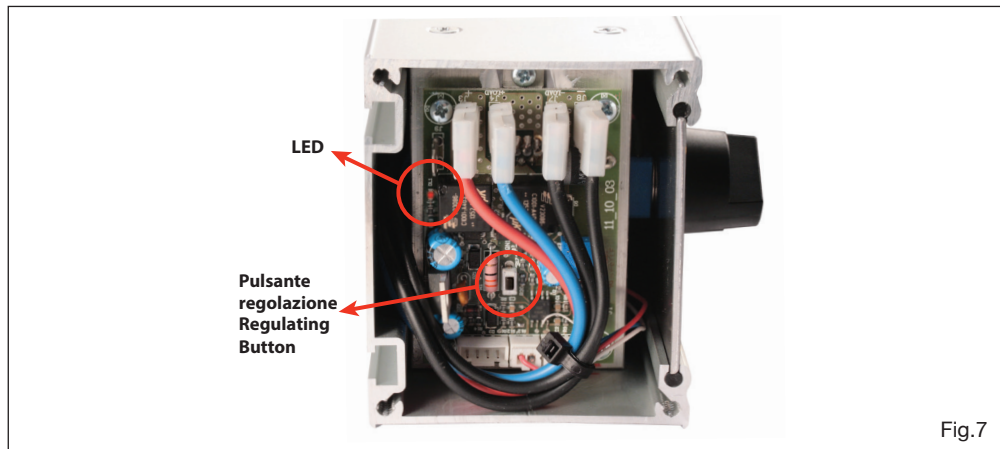

Fig.7
- Press the black button on the board (fig.7),
- the LED lights up, release the button and count the pulses of the LED (Fig. 7) which will indicate the last memorized phase (1 flash corresponds to the program1, 2 flashes to the program 2 etc.).
(fig. 7)
- rilasciare il pulsante e contare gli impulsi del LED (fig. 7) che indicherà l'ultima fase memorizzata (1 lampeggio corrisponde al programma1, 2 lampeggi al programma 2 ecc.)